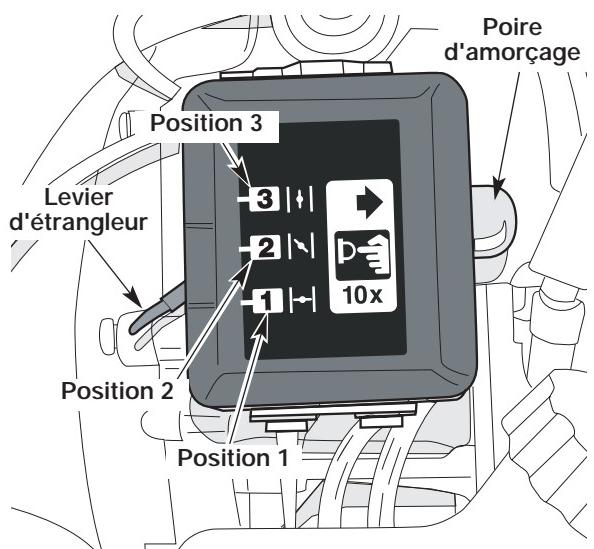

Fig. 4
3. Pressez et relâchez la poire d'amorçage à 10 reprises, lentement. Une certaine quantité de carburant devrait être visible dans la poire d'amorçage et les conduites de carburant (Fig. 4). Si vous n'apercevez pas de carburant dans la poire, pressez et relâchez la poire autant de fois que nécessaire jusqu'à ce que vous aperceviez du carburant dans cette dernière.
4. Mettez le levier d'étrangleur en Position 1 (Fig. 4).